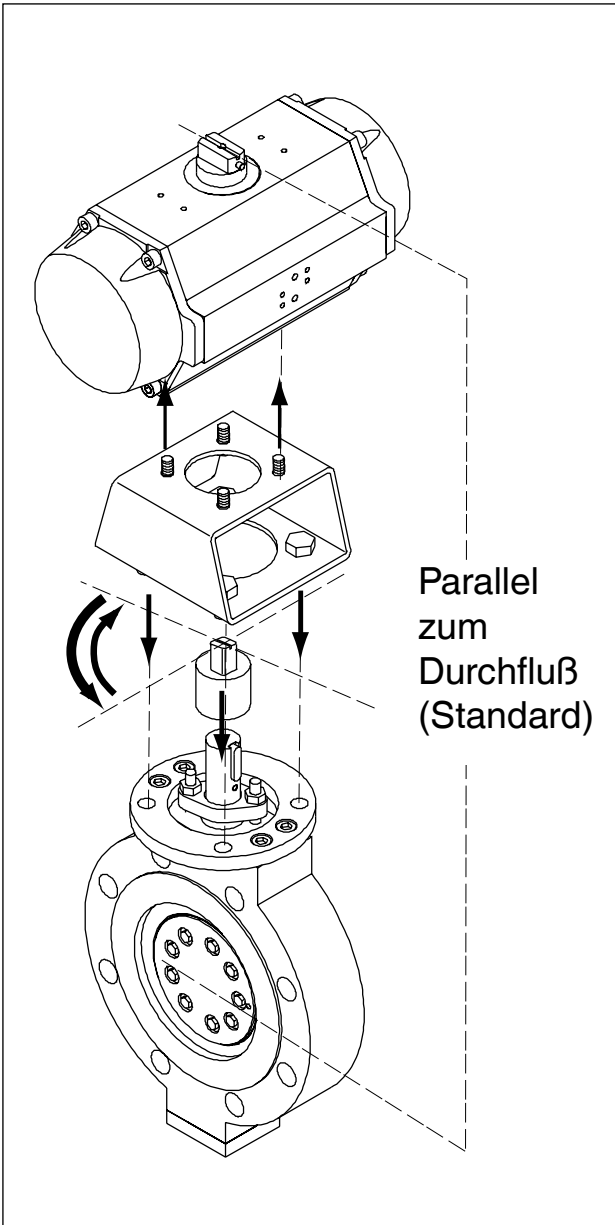

Abb. 6 Aufbau des Antriebs auf die Armatur
- Alle Verbindungen zur Steuerung lösen, Verbindungsschrauben zum Befestigungsflansch lösen und Antrieb von der Armatur abbauen, siehe Abb. 6 im vorigen Abschnitt 9.1,
- Vor dem Aufbau des Antriebs an die Armatur prüfen, dass die Stellungsanzeige jetzt korrekt ist, siehe Abb. 6 und Abschnitt 9.1, Aufbau eines Antriebs auf die Armatur.